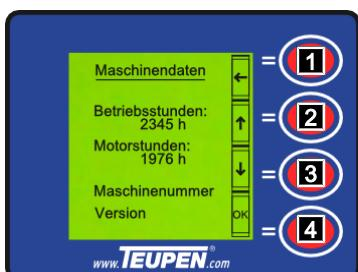

Abb. 84
1. Mit den [Funktionstasten] (Abb.84/2 und 3) ein Untermenü auswählen.
2. Mit der [Funktionstaste] (Abb.84/4) in das ausgewählte Untermenü springen.
3. Mit der [Funktionstaste] (Abb.84/1) zurück in das [Hauptmenü] springen.